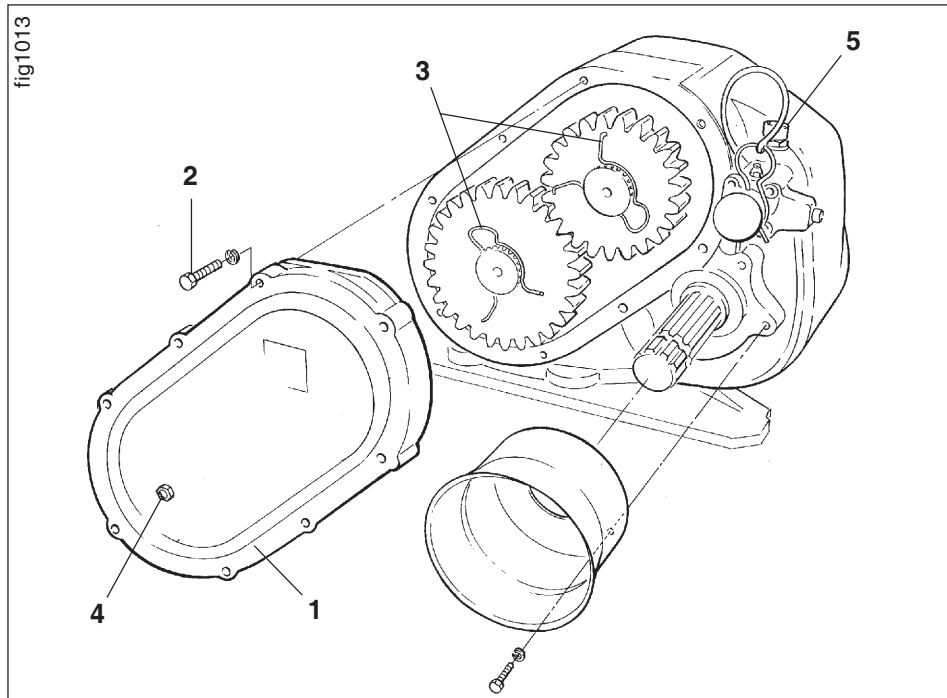

Fig. 9.14
- Ölspiegel durch Ablassen des Getriebeöles an der Ölablaßschraube (Fig. 9.15/2) senken. Wenn dabei keine Schmutzpartikel in das Öl gelangen, kann das aufgefangene Getriebeöl nach dem Zahnradwechsel dem Getriebe durch den Öffnungskanal der Entlüftungsschraube (Fig. 9.14/5) wieder zugeführt werden.
- Getriebedeckel (Fig. 9.14/1) nach dem Lösen der Skt.-Schrauben (Fig. 9.14/2) entfernen.
- Im Schalhauptgetriebe sind die Haltefedern (Fig. 9.14/3) zu entfernen, mit denen die Zahnräder auf den Wellenenden gegen axiale Verschiebung gesichert sind. Zahnräder (Fig. 9.15/1) von den Wellenenden abziehen. Zahnräder im Getriebe anhand der Drehzahl-tabelle (Fig. 9.13) untereinander aus-
- Halterungsfedern (Fig. 9.14/3) an beiden Wellen montieren.
- Getriebedeckel (Fig. 9.14/1) mit Deckeldichtung schließen.
- Getriebeöl durch den Öffnungskanal der Entlüftungsschraube (Fig. 9.14/5) wieder einfüllen. Der Ölstand ist bei waagrecht stehender Bodenbearbeitungsmaschine im Ölkontrollauge (Fig. 9.14/4) sichtbar, bei einer Gesamtölmenge von 4,8l Getriebeöl 85 W 90.